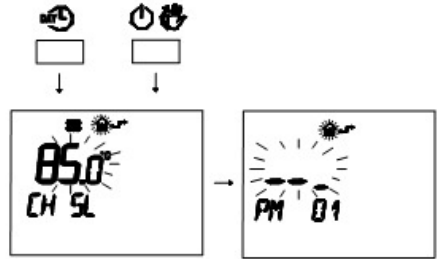

Figura 5.46
- Pulse simultáneamente los botones **☺** y **☹** para entrar en la modalidad de programación transparente (Figura 5.46)